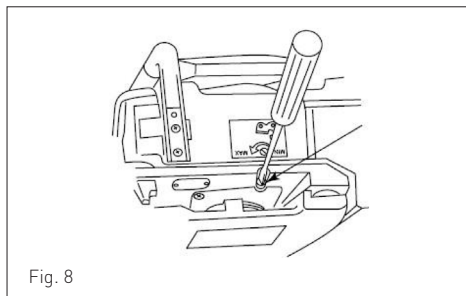

Fig. 8
(1) De forma a preservar a vida útil da sua corrente use sempre óleo adequado e de qualidade.
(2) Afie regularmente os elos da corrente de forma a preservar a qualidade de corte.
(3) Não deite óleo diretamente na corrente, esta lubrifica-se automaticamente. Depois de colocar óleo lubrificante e após ligar o motor, coloque a ponta da motosserra inclinada sobre uma superfície sem tocar nela, acelere um pouco e, verifique se a corrente está a ser lubrificada. Caso esteja a ser lubrificada, aparecerá uma marca de óleo na superfície.
(4) Para regular a quantidade de óleo libertado para lubrificar a corrente, pegue numa chave de fendas e, por baixo da motosserra, no lado da embraiagem, rode o parafuso no sentido contrário ao do relógio, para diminuir, rode no sentido do relógio. O óleo da corrente deve acabar ao mesmo tempo do combustível. Abasteça sempre o depósito de óleo antes de trabalhar (Fig.8).